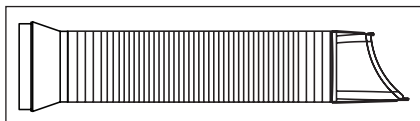

Fig. 3
1. Træk i begge sider af slangen (Fig. 3).